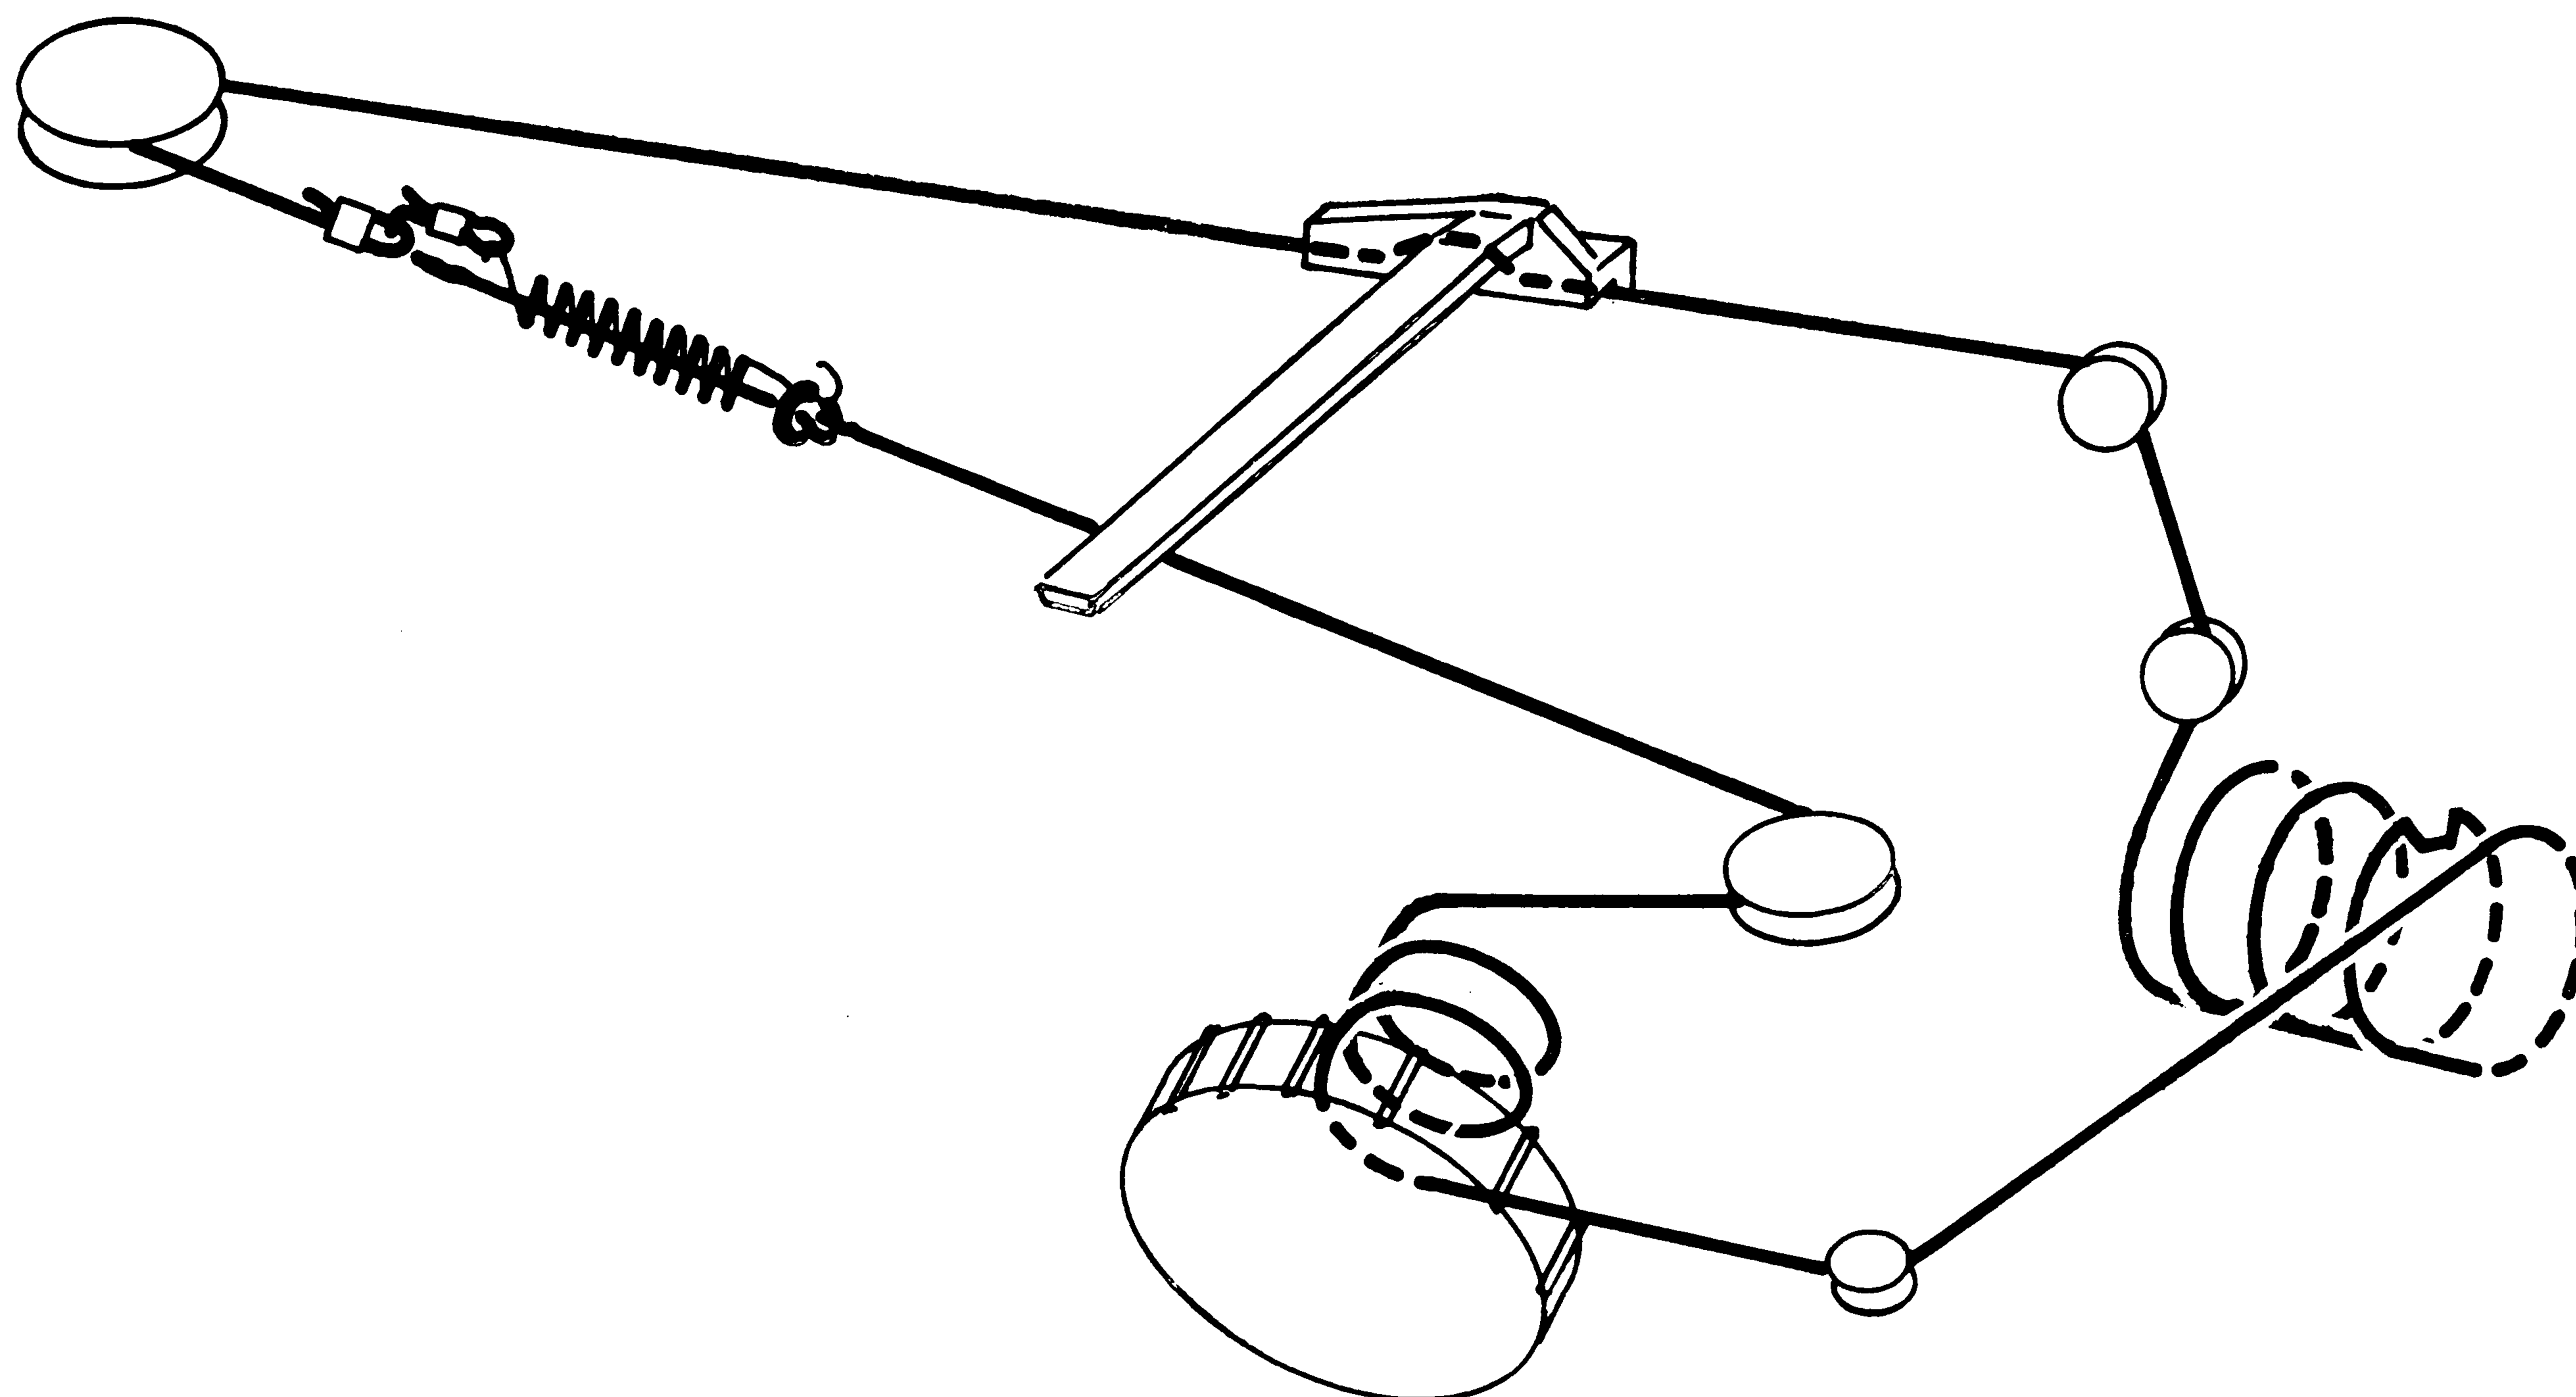

Fig. 17
4. Skalenseil nach Fig. 17 auflegen.
4. Place drive cable as shown in fig. 17.